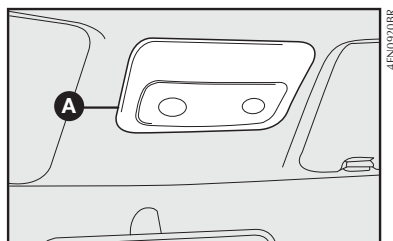
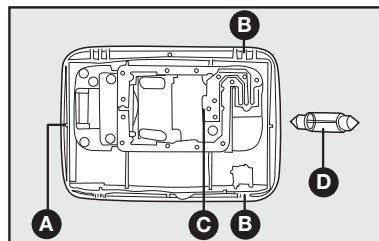

fig. 30
fig. 31
CONSOLA DE TECHO - fig. 30 y 31
– utilizando un destornillador en en el puntos **A**-fig. 30 retire la consola de techo completa que está fijada a presión por las trabas **B**-fig. 31.
– quite de su alojamiento el reflector poniendo la nueva lámpara en su alojamiento **C**-fig. 31 y sustituya la lámpara cilíndrica **D**.